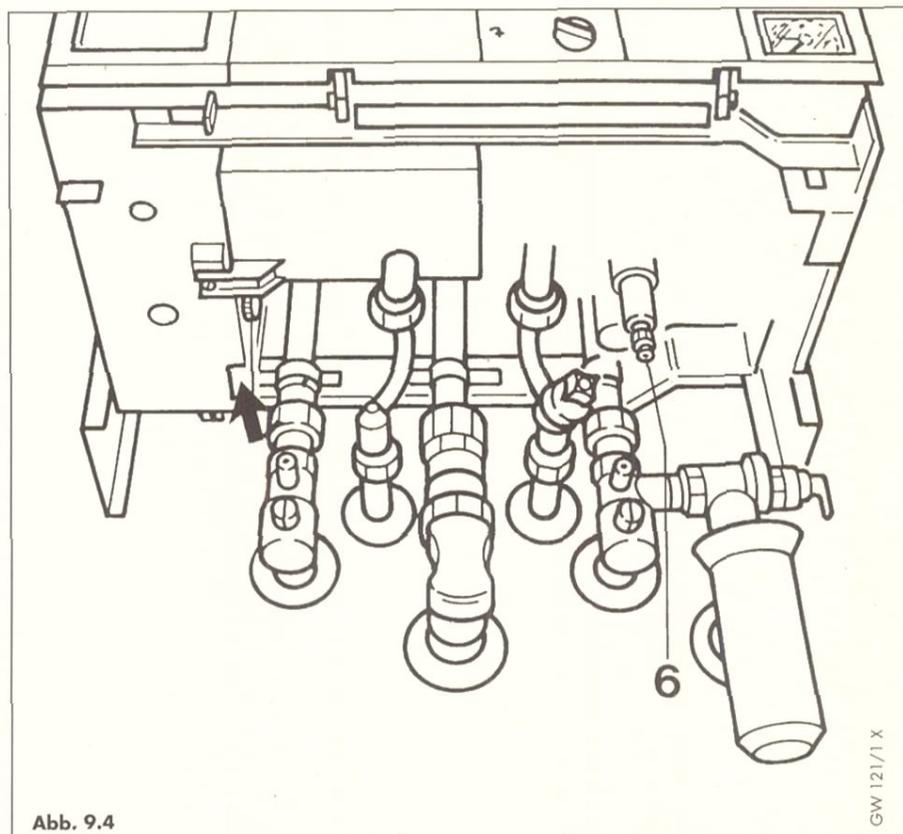

Abb. 9.4
- Entleerungsschraube (6, Abb. 9.4) öffnen.
### Legende zu Abb. 9.4